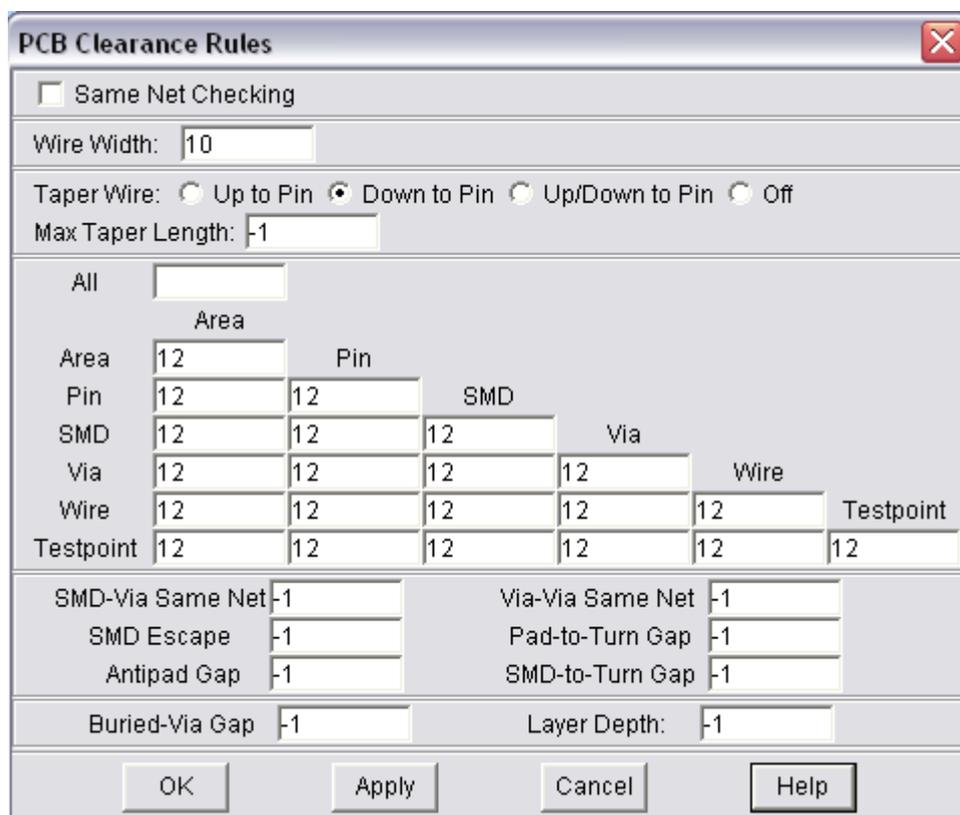

Рисунок 16 – Окно команды **Rules/PCB/ Clearance**.
4. Определить правила трассировки уровня платы (**PCB**). Если предполагается предварительно в интерактивном режиме трассировать критические цепи, то в данном пункте достаточно установить зазоры и ширину проводников. Остальные параметры можно установить перед автотрассировкой. Для установки зазоров и ширины проводников для всей платы нужно выполнить команду **Rules/PCB/Clearance** (рисунок 16).
Установка зазоров (подкоманда *Clearance*, например *Rules/PCB/Clearance*, *Rules/Net/Clearance*). В качестве примера рассмотрим окно команды *Rules/PCB/Clearance* (рисунок 16).